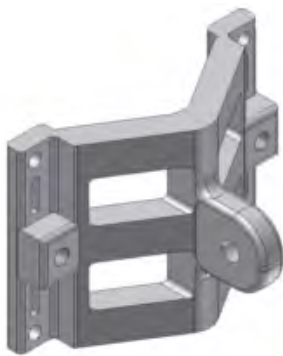

Figure J-1: grande clame
- une grande clame (voir figure J-1)